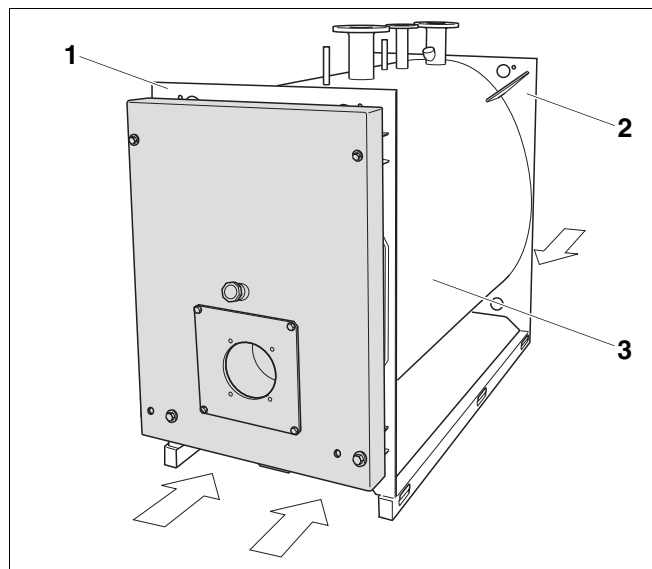

Рис. 4 Транспортировка корпуса котла на вилочном погрузчике или на грузоподъемных тележках
- Подвести вилы погрузчика под переднюю стенку (рис. 4, поз. 1) и заднюю стенку (рис. 4, поз. 2) котла.
- Подвести тележки под переднюю и заднюю стенки котла (рис. 4, стр. 16).
- Равномерно поднять корпус котла двумя тележками (рис. 4, стр. 16).